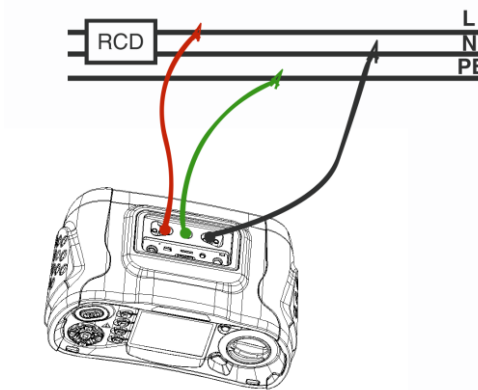

Figura 4 – NO TRIP LOOP- Conexión de cables de prueba
2. Conecte los cables de prueba como se indica en la Figura 4. Tan pronto como el instrumento detecte la presencia de tensión en su terminal, operará automáticamente y registrará la medición tomada